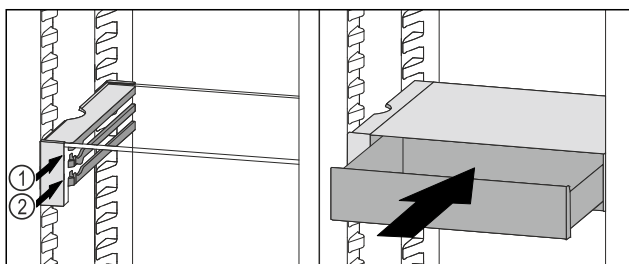

Fig. 100
- ▶ Sæt VarioSafe-skuffen ind bag stoppene på den ønskede ribbe Fig. 100 (1) eller Fig. 100 (2).